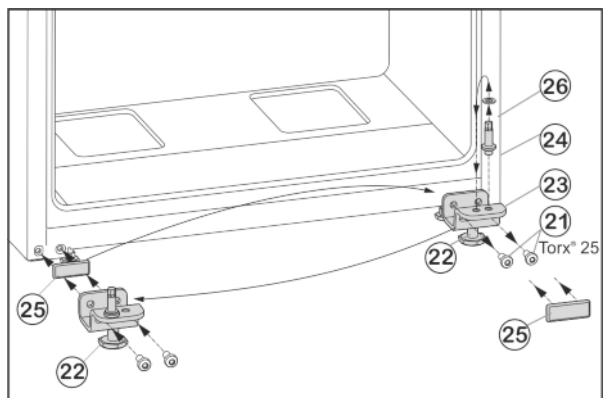

Fig. 9
- ▶ Открутите крепежные винты *Fig. 9 (21)*.
- ▶ Снимите нижний опорный кронштейн *Fig. 9 (23)* вместе с опорным пальцем *Fig. 9 (24)*, шайбой *Fig. 9 (26)* и регулируемой опорой *Fig. 9 (22)*.
- ▶ Открутите опорный палец *Fig. 9 (24)* вместе с шайбой *Fig. 9 (26)* и, переставив в отверстие на противоположной стороне опорного кронштейна, снова прикрутите.
- ▶ Аккуратно снимите защитную пластину *Fig. 9 (25)* и переставьте ее на противоположную сторону.
- ▶ Прикрутите нижний опорный кронштейн *Fig. 9 (23)* вместе с опорным пальцем *Fig. 9 (24)*, шайбой *Fig. 9 (26)* и регулируемой опорой *Fig. 9 (22)* с новой стороны шарнира (с моментом 4 Нм), при необходимости используйте аккумуляторный шурупверт.
- ▶ Установите дверь сверху на опорный палец *Fig. 9 (24)*.
- ▶ Выверните регулируемую опору *Fig. 9 (22)* на нижнем опорном кронштейне *Fig. 9 (23)* до ее соприкосновения с полом.